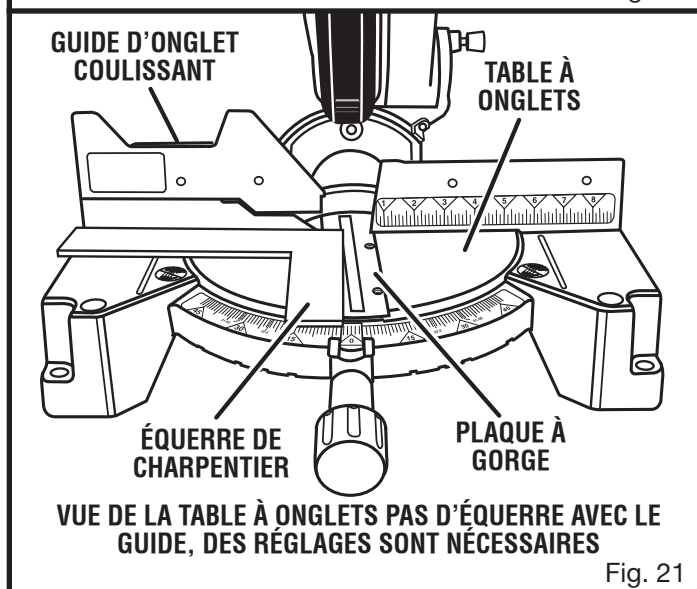

Fig. 21
- Si le bord de l'équerre et la plaque à gorge de la table à onglets se sont pas parallèles, comme le montrent les figures 21 et 22, des réglages sont nécessaires.